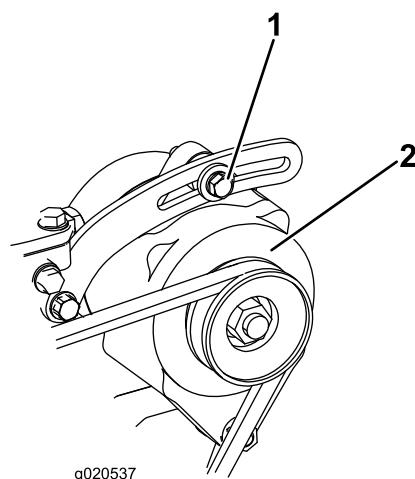

図 86
2. たわみが10mmでない場合には、オルタネータ取り付けボルトをゆるめる図86。オルタネータベルトの張りを調整し、ボルトを締め付ける。ベルトのたわみが適切に調整されたことを確認する。